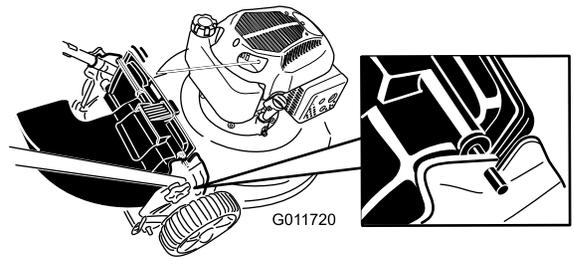

Figura 16
4. Introduzca la varilla del deflector de descarga trasera en las muescas del cortacésped (Figura 16).